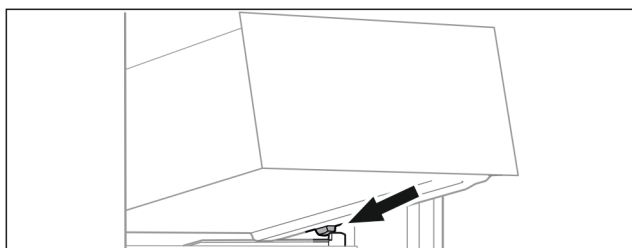

Fig. 64
- ▶ Встановити висувний ящик за стопорами на ребро для резервуару навскоси. (див. Fig. 64)